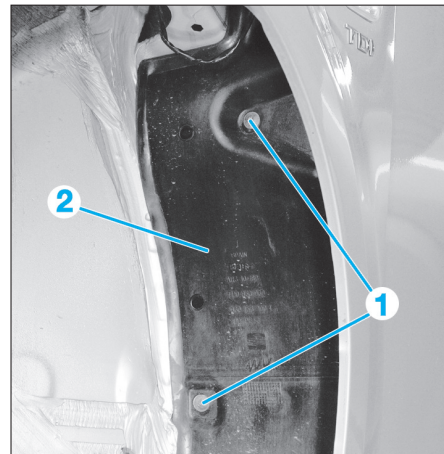

Fig. 11
- les deux vis (1) de l'insonorisant (2) situé dans l'aile (Fig.11),